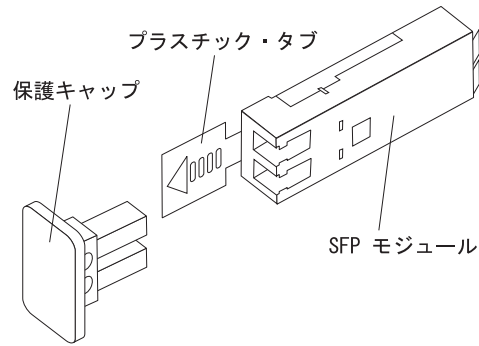

図 16. 小型フォーム・ファクター・プラグ可能 (SFP) モジュール
2. 25 ページの図 16 に示すように、SFP モジュールから保護キャップを取り外してください。保護キャップは後日使用するときのために保管しておきます。
2. 必要な場合は、25 ページの図 16 に示すように、SFP モジュールから保護キャップを取り外してください。保護キャップは後日使用するときのために保管しておきます。